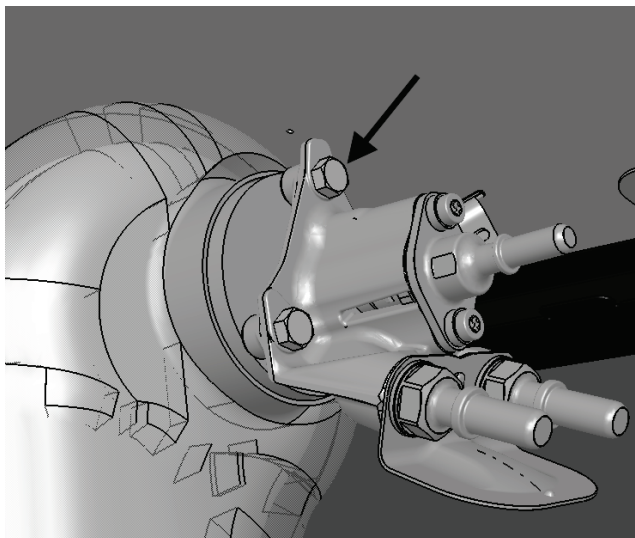

Figure 7
10. Enlever les trois vis hexagonales sur la valve de dosage. (Fig. 7)